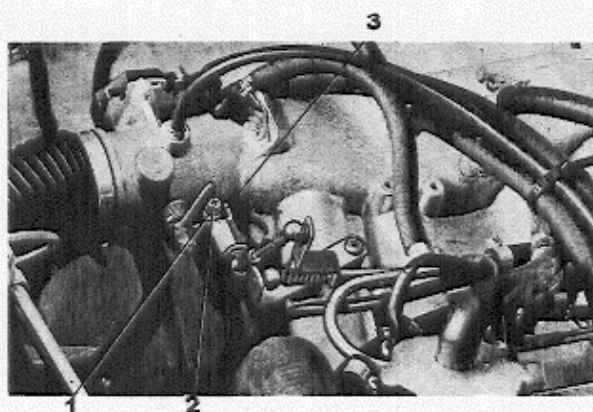

Abb. 2-1 Anschlagschraube für Drosselklappe
1. Gegenmutter für die Anschlagschraube der Drosselklappe 1, Abb. 2-1, lösen und die Anschlagschraube ein paar Gewinde herausdrehen, bis diese am Drosselklappenanschlag anliegt. Dabei überprüfen, daß die Drosselklappe ganz geschlossen ist.